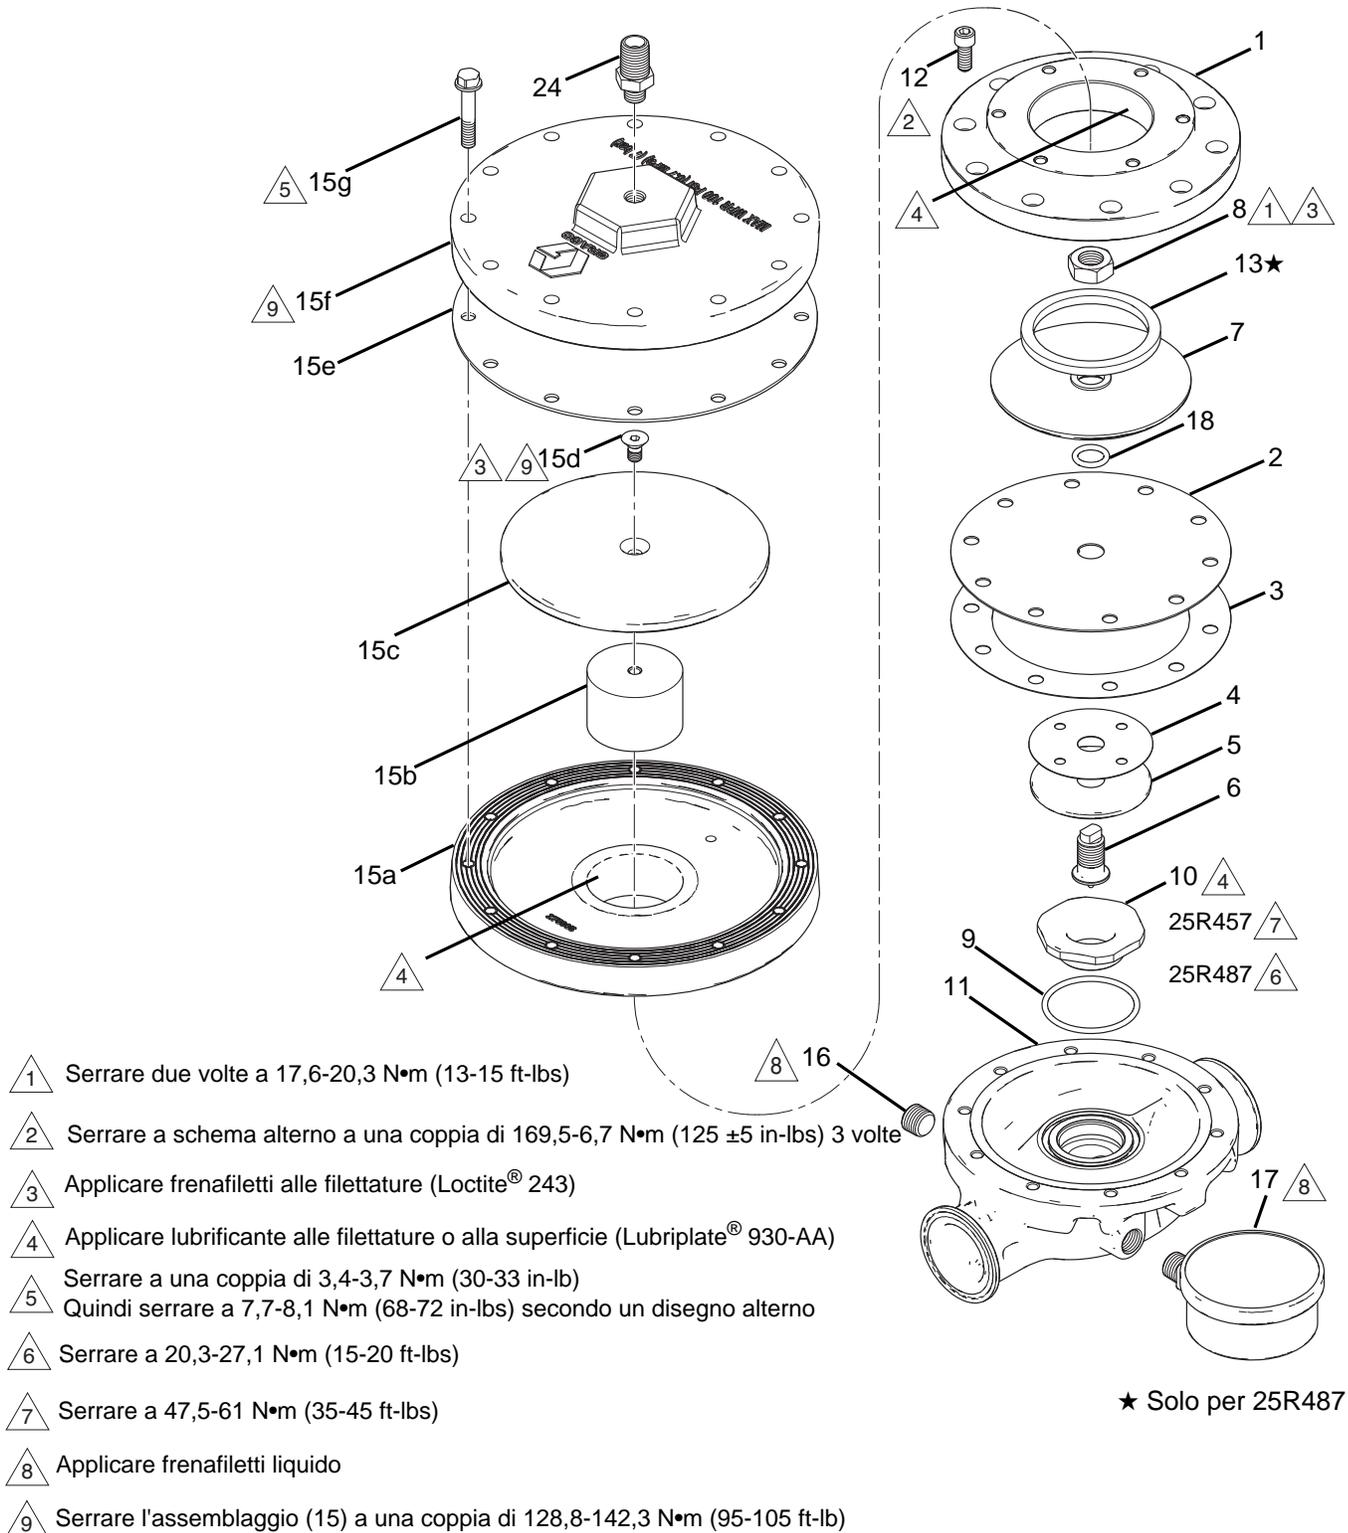

Fig. 3. Parti del BPR pneumatico
Vedere FIG. 3. Il corpo della sezione dell'aria (15) può essere rimosso svitandolo dal BPR e riparandolo fuori linea, se lo si desidera.
Vedere FIG. 3. Ispezionare: piastra (7), guarnizione (13) solo su 25R487, membrana (2), guarnizione membrana (3), guarnizione (4), fermo (5), perno (6) e sede (10). Sostituire le parti, se necessario.
3. Rimuovere la guida della molla (41), la molla (40), la membrana (2) e la sede (10) dal corpo del regolatore.
4. Vedere FIG. 3. Installare l'adattatore (1) (solo BPR a portata inferiore) e installare la sezione pneumatica (15). Attenersi ai requisiti di lubrificazione e coppia a pagina 9.